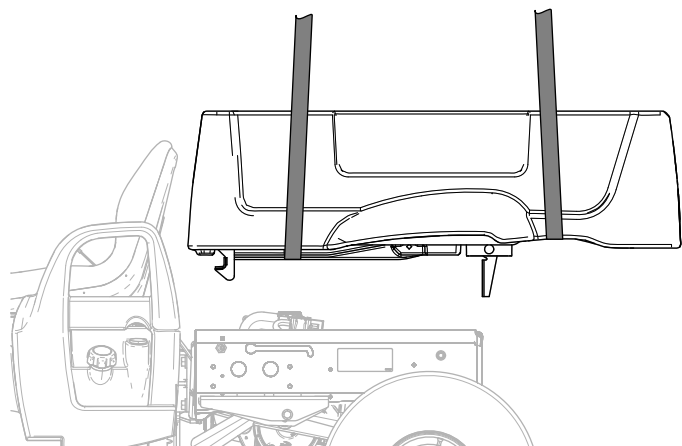

Bild 6
9. Heben Sie die Ladepritsche an und nehmen sie von der Maschine ab (Bild 6).
4. Heben Sie die Ladepritsche an und nehmen sie von der Maschine ab (Bild 6).